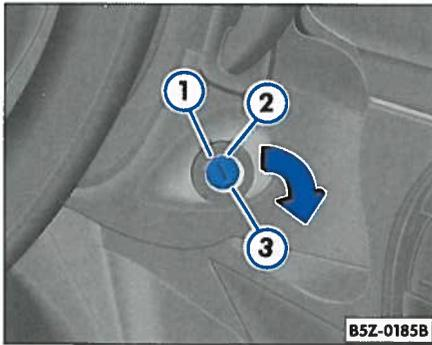

Abb. 83 Stellungen des Zündungsschlüssels
In dieser Stellung ⇒ **Abb. 83** ist die Zündung und der Motor ausgeschaltet und die Lenkung kann gesperrt werden.
Den Zündschlüssel bis zur dieser Stellung drehen ⇒ **Abb. 83** und loslassen. Lässt sich der
In dieser Stellung ⇒ **Abb. 83** wird der Motor angelassen. Dabei werden größere elektrische Verbraucher vorübergehend abgeschaltet.
- Drehen Sie den Zündschlüssel in Stellung ⇒ Seite 107, „Stellungen des Zündschlüssels“ ⇒ Seite 107, **Abb. 83**  zum Anlassen des Motors.
- Drehen Sie den Zündschlüssel in Stellung ⇒ Seite 107, Abb. 83  – wenn vorgeglüht wird, leuchtet die Kontrollleuchte  auf.
- Drehen Sie den Zündschlüssel in Stellung ⇒ Seite 107, Abb. 83 ①.